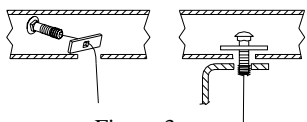

Figura 3.
①	Cant. (6)	Perno hexagonal M12	⑤	Cant. (2)	Bloque 1-1/2 X 2 (bloque pequeño)
②	Cant.(8)	Arandela cónica	⑥	Cant. (2)	Bloque 1-1/2 X 3 (bloque grande)
③	Cant. (4)	Perno de carruaje 1/2-13	⑦	Cant. (2)	Cable de halar
④	Cant.(4)	Tuerca hexagonal 1/2-13
3. Introduzca el perno de carruaje y el bloque grande a través de las ranuras en la base de los largueros del bastidor con el cable de halar, como se muestra en la Figura 3